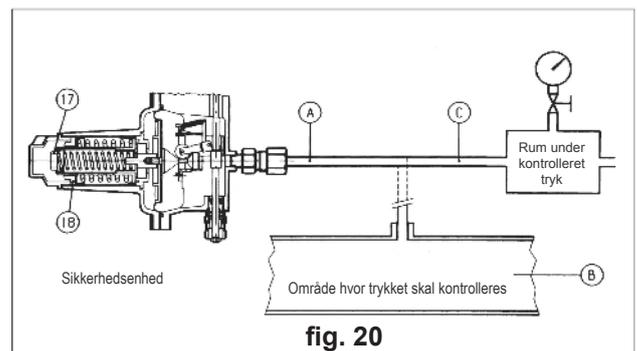

fig. 20
B) For enheder med ventilen "push" monteret (fig. 20) anbefales det at montere kontrolhovedet separat ved hjælp af et kontrolleret hjælpetryk og gentage operationerne beskrevet ovenfor.
- B) For enheder med ventilen "push" monteret (fig. 20) anbefales det at montere kontrolhovedet separat ved hjælp af et kontrolleret hjælpetryk og gentage operationerne beskrevet ovenfor.